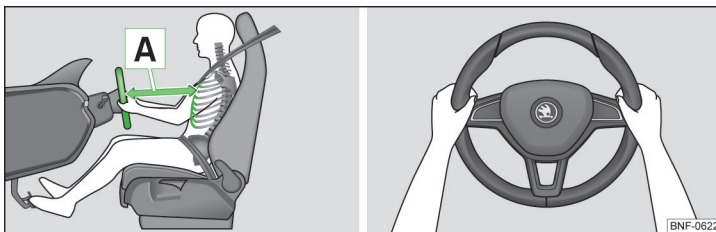

Fig. 1 Poziția corectă a scaunului șoferului/Poziția corectă la volan
- ✓ Reglați volanul astfel încât distanța **A** dintre volan și torace să fie de cel puțin 25 cm » fig. 1.
- În timpul mersului volanul trebuie ținut cu ambele mâini, de partea exterioră laterală, în poziția „orei 9” și „orei 3” » fig. 1. Nu țineți niciodată volanul în poziția „ora 12” sau în altă poziție (de exemplu de centrul volanului, de marginea interioară etc.). La activarea airbagului șoferului, aceste poziții incorecte pot provoca accidentarea gravă a mâinilor, brațelor și a capului.